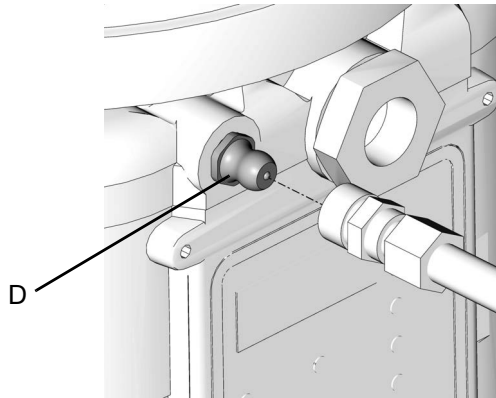

ABB. 12
- Reinigen Sie die Einlassverschraubung (D) (ABB. 12) vor dem Befüllen des Behälters immer mit einem sauberen, trockenen Tuch. Schmutz kann die Schmiermittelpumpe und/oder das Schmiersystem beschädigen.